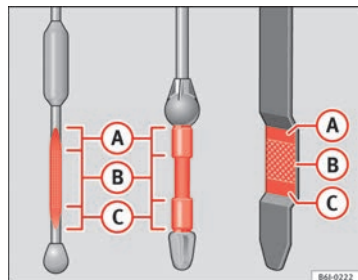

Fig. 118 Varetas de medição do nível de óleo
A vareta do óleo indica o nível do óleo do motor. ⇒ Fig. 118.
- O nível de óleo nunca pode ultrapassar a zona **A** ⇒ Fig. 118. Risco de danos no sistema de escape!